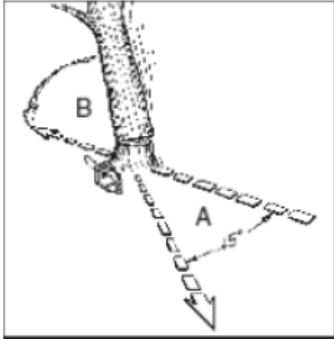

Fig 10a
Ostrzeżenie: Przed rozpoczęciem cięcia należy zaplanować i oczyścić drogę ewakuacyjną (A). Droga ewakuacyjna musi przebiegać do tyłu i po przekątnej, w kierunku przeciwnym do kierunku upadku, jak na rys. 10a.
OSTRZEŻENIE: Gdy rzał ścinający zbliży się do zawiasy, drzewo powinno zacząć spadać. Gdy drzewo zacznie spadać, należy wyjąć piłę z rzażu, wyłączyć silnik, odłożyć pilarkę i opuścić teren drogą ewakuacyjną (rys. 10a).